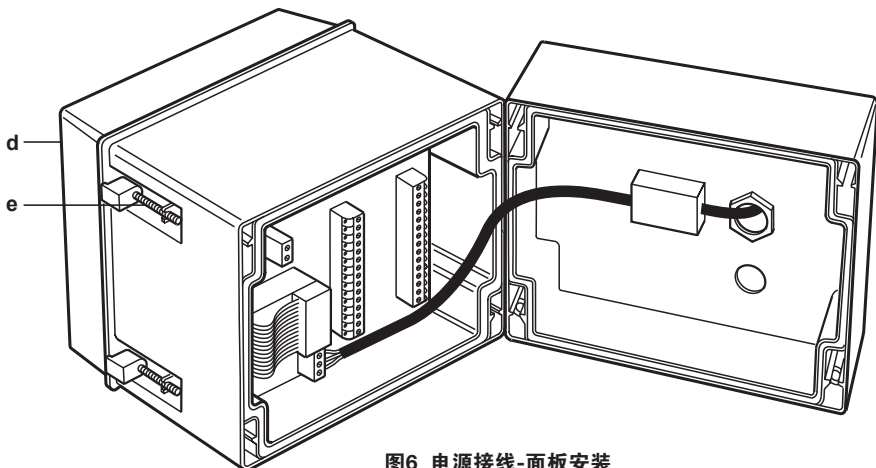

图6 电源接线-面板安装
4. 拉出夹钳e (11页图6) 使其与面板背部平整贴合。通过R16C前面板嵌槽上紧四颗夹钳螺丝d (11页图6)。